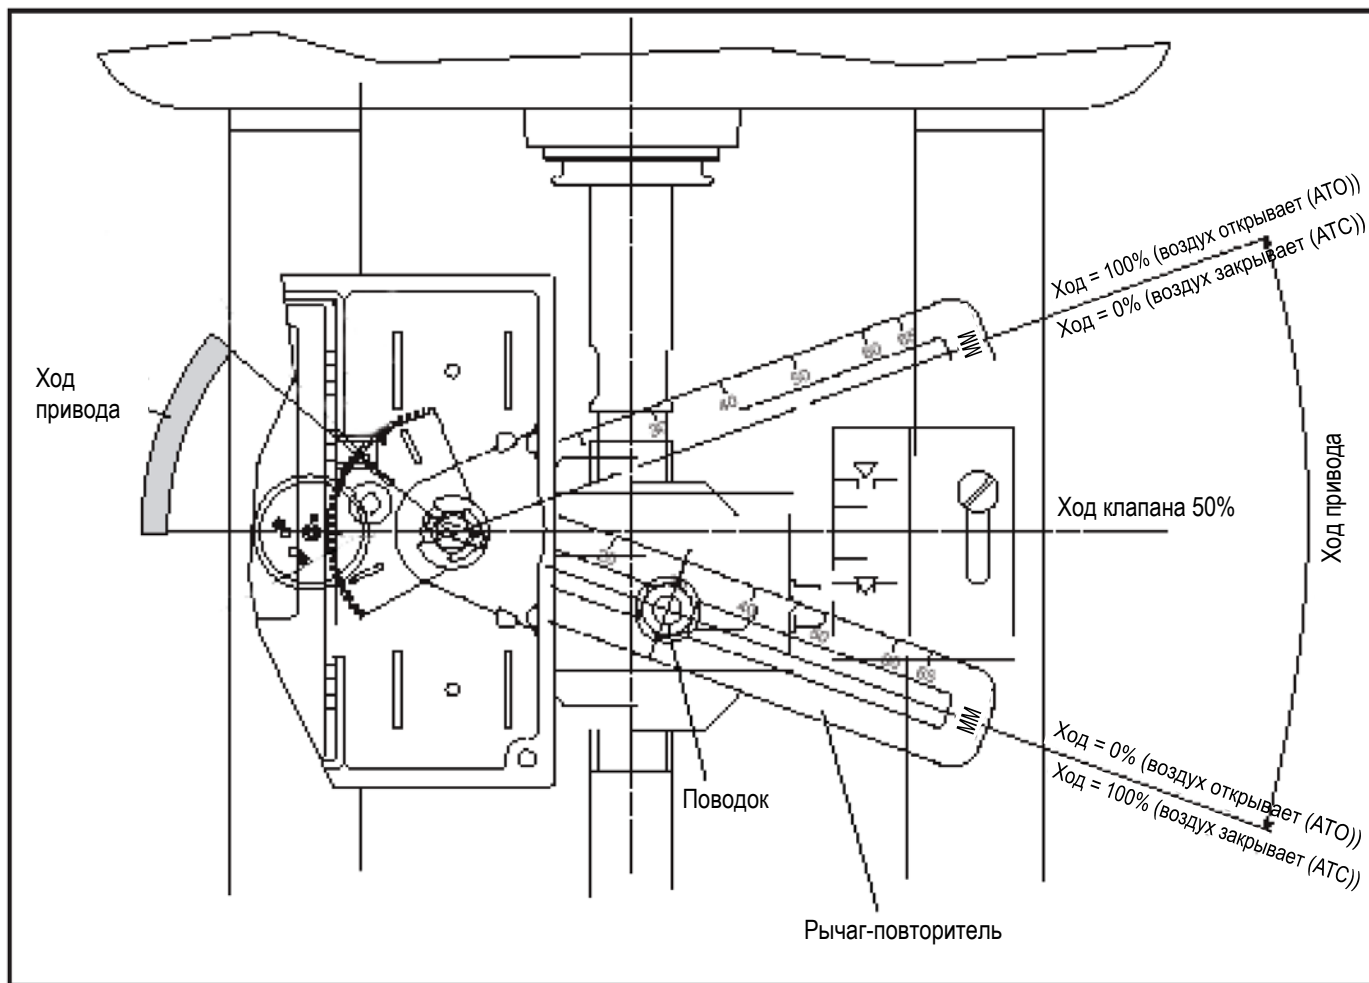

Рисунок 4. Настройка механизма обратной связи для прямоходного привода
Регулировка положения поводка (рис. 4)
3. Освободите поводок и сдвигайте его вдоль рычага-повторителя до тех пор, пока контрольная отметка механизма обратной связи (рис. 4) не примет горизонтальное положение (рис. 4) (будет оказывать на ось потенциометра обратной связи). Закрепите поводок в этом положении.